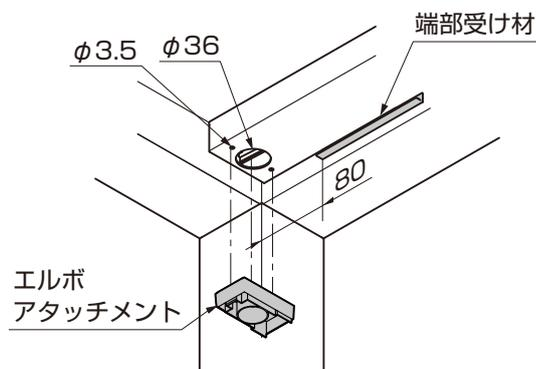

図11-119 A部詳細図
- ①エルボアタッチメントを樋にあて、ポンチ等でケガキ、ドリルで水抜き穴φ36とエルボアタッチメント取付穴φ3.5をあけてください。（図11-119、11-120参照）
- 以降の施工手順はP.65の③から、P.66の④の手順を参考にしてください。
- 端部受け材は縦樋がつく側の端部から80mmの範囲は取付けしないでください。（図11-119参照）
- ④エルボアタッチメントにアタッチメントパッキンを貼付けし、ルーフの雨樋に【10-1】で取付けてください。